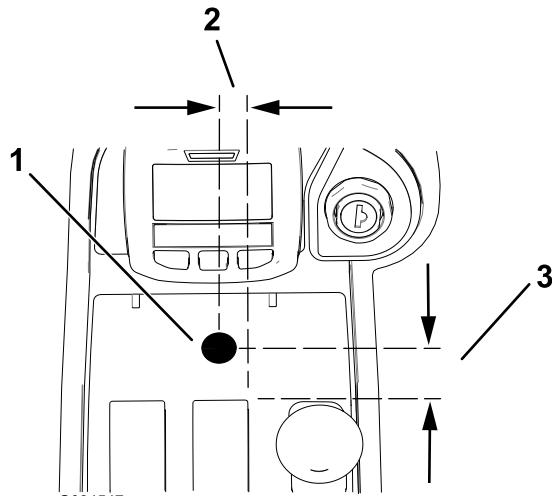

Figura 15
1. Faça um furo com 13 mm na consola central; consulte Figura 15 para ter a orientação adequada.